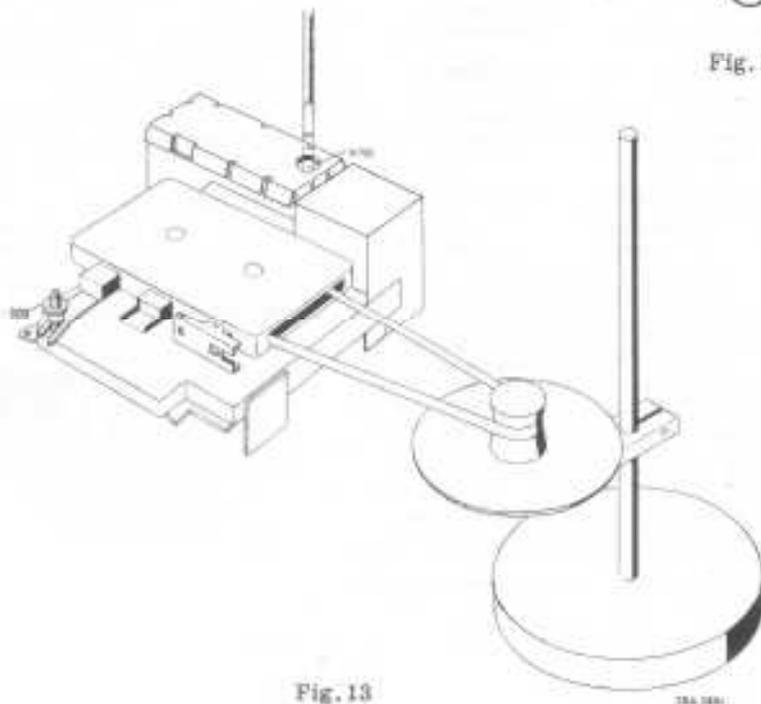

Fig. 13
- b. La friction d'embobinage est trop faible, ce qui peut être mesuré comme suit: (ouvrir un côté de la cassette de telle façon que la bande puisse sortir latéralement (voir fig. 13). Veillez à ce que la bande soit déroulée sur la bobine qui se trouve du côté ouvert. Faire une boucle, dans la bande qui sort du côté ouvert de la cassette et y suspendre un dynamomètre. Placer la cassette dans le magnétophone, l'ouverture se trouvant à gauche. Placer l'appareil en position "reproduction". Mouvoir le dynamomètre en la déplaçant lentement dans le sens de la traction de la bande et freiner peu à peu ce mouvement jusqu'à ce que la bande s'arrête. Juste au moment où la bande s'arrête, la force mesurée doit être de 25-45 g. Les tractions dans le sens opposé doivent toujours être évitées, car la force serait considérablement augmentée. Lorsque la force se trouve hors des limites 25-45 g, la friction d'embobinage est défectueuse et doit être remplacée. Lorsque la force se trouve dans les limites indiquées, la friction d'embobinage est bonne et la cassette doit être incrutée.
2. Avec disque stroboscopique (Fig. 13)
Retirer un des côtés latéraux de la cassette, ce qui peut être aisément effectué au moyen d'un couteau et d'une lime. Bien ébavurer l'ouverture; on peut alors sortir la bande à travers l'ouverture. Placer un disque stroboscopique à côté de l'appareil (50 Hz ou 60 Hz) et relier l'ensemble de la manière indiquée fig. 13.
Lorsque la vitesse de l'appareil est trop petite, contrôler si le galet presseur, la friction d'embobinage, le volant etc. ne présentent pas de points durs. Alors la vitesse peut être réglée au moyen de RT02 (voir fig. 13).
Pour le montage veiller à ce que la patte de l'étrier de galet presseur 59 s'engage dans le crochet du ressort à fil 57. Après fixation de l'étrier de palier inférieur 63 la gorge du volant 62 et celle du galet presseur 59 doivent s'aligner. La hauteur du volant peut être réglée en introduisant un tournevis dans le trou triangulaire se trouvant dans l'étrier de palier inférieur 63, comme indiquée fig. 13.